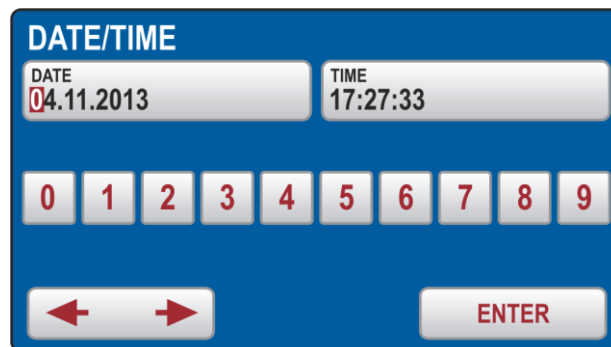

Fig. 13: Menu DATA/ORA
- **DATA/ORA** (DATE/TIME) → Usare il menù DATA/ORA per impostare la data e l'ora dello strumento (vedere Fig. 13). Inserire la data e l'ora correnti utilizzando i tasti **←**, **→** e **0 ... 9**. Confermare premendo il tasto virtuale **ENTER**